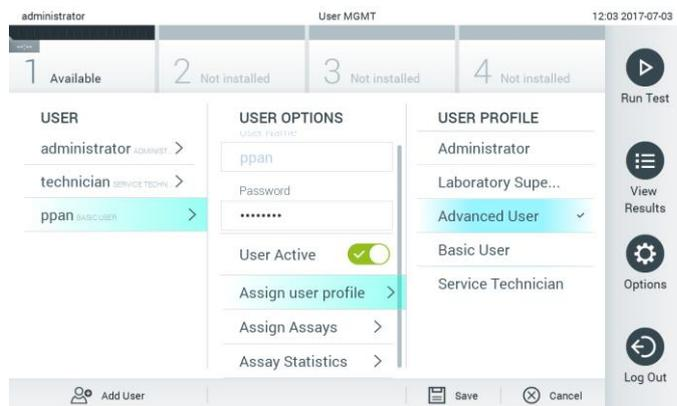

Figura 49. Atribuição de perfis de utilizador aos utilizadores.
- Assign User Profile (Atribuir perfil de utilizador): permite atribuir um perfil de utilizador diferente para esse utilizador (por ex., Administrator [Administrador], Laboratory Supervisor [Supervisor de laboratório], Advanced User [Utilizador avançado], Basic User [Utilizador básico]). Selecione o perfil de utilizador adequado a partir da lista à direita da área de conteúdo (Figura 49).